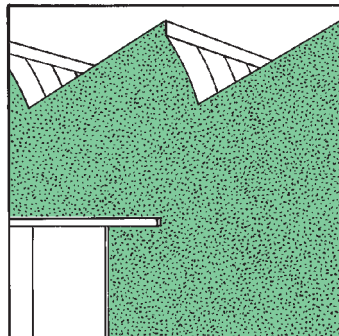

fig. 3.1.3
- Sottofondi in calcestruzzo (fig. 3.1.3).